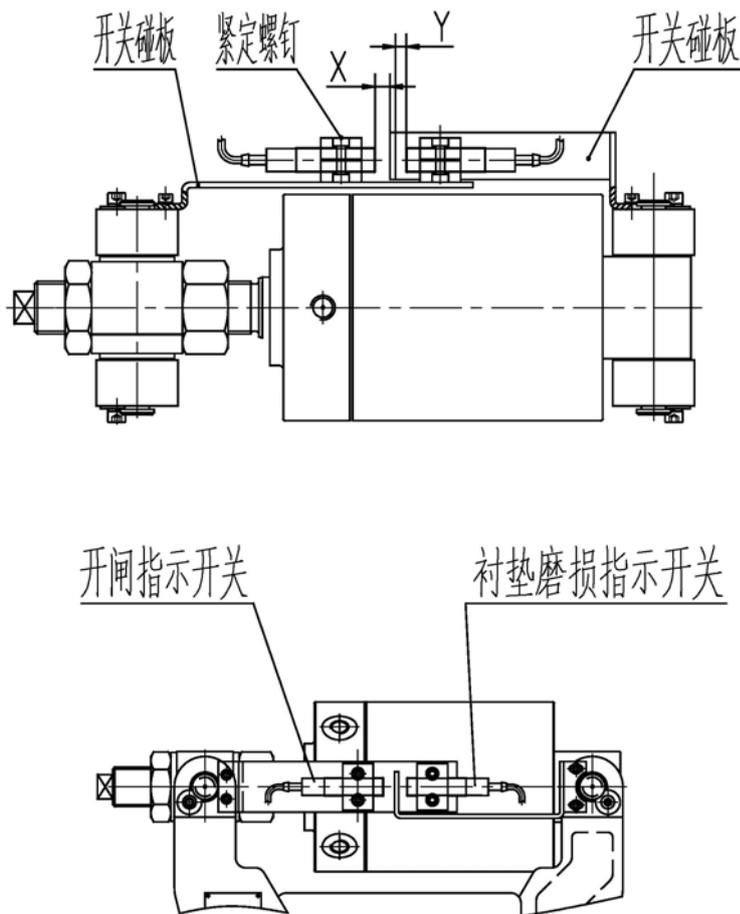

图 2.4-15 限位开关图 2
制动器一般安装有一个电感式开闸指示开关。限位开关的调整主要是调节其与油缸的相对位置（如图2.4-15）。
b) 限位开关调整（参考图2.4-15）
限位开关调整方法如下：使制动器处于打开状态，拧松限位开关的两侧的紧定螺钉，前后移动限位开关，即远离和靠近油缸，直至限位开关有信号发出，并确保制动器闭合时限位开关无信号，最后拧紧紧定螺钉（参考图2.4-15）。